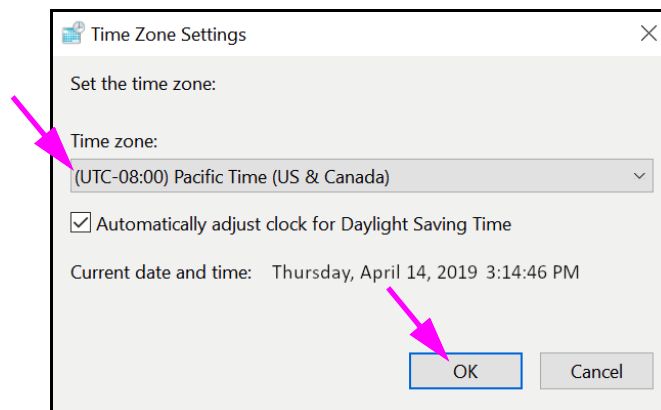

Figura 2-36. Caseta de dialog Setări fus orar
5. Faceți clic pe butonul **Modificare fus orar... (Change Time Zone...)**. Apare caseta de dialog Setări fus orar (Time Zone Settings). Consultați Figura 2-36.